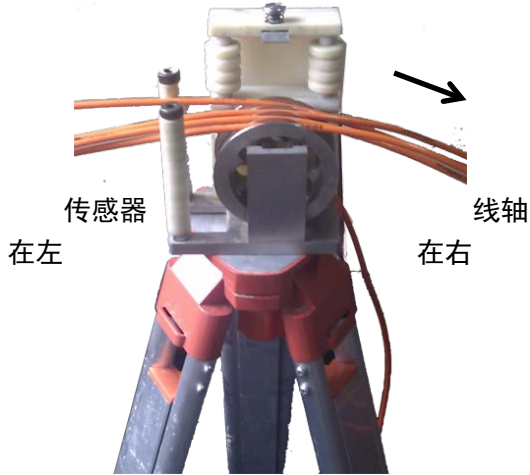

图 5.7-1 深度记录装置安装
- 将三脚架调整到合适的高度，并将深度记录装置安装在三脚架的云台上；如图 5.7-1 所示。